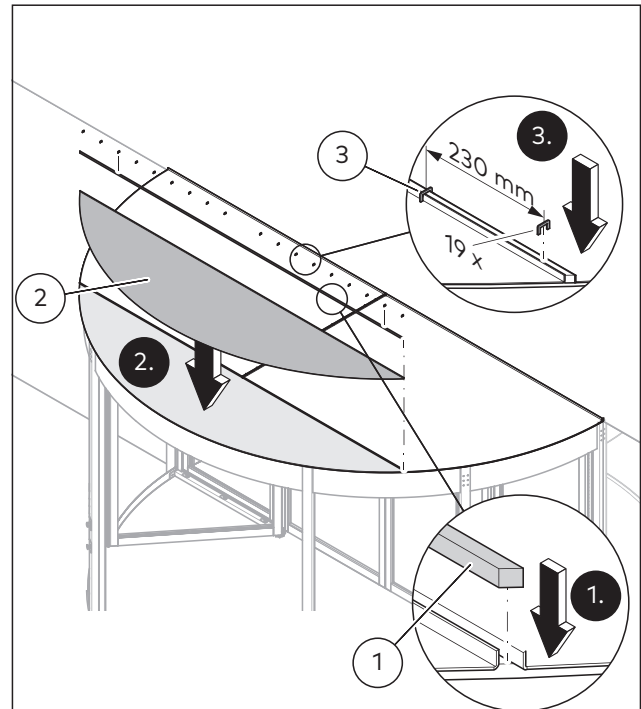

Abb. 127 Montage des dritten regendichten Abdeckungsteils
1. Fugendichtband (Abb. 127/1) neben den Abdeckungen anbringen.
2. Klebstoff auf die Holzdecke unter der letzten Abdeckung auftragen (Abb. 127/2). Die Abdeckung auf dem Kleber an seiner endgültigen Stelle platzieren. Das Fugendichtband zwischen den beiden Abdeckungen zusammendrücken.
3. Die Abdeckungen wie abgebildet alle 230 mm mit Klemmen (Abb. 127/3) verbinden.